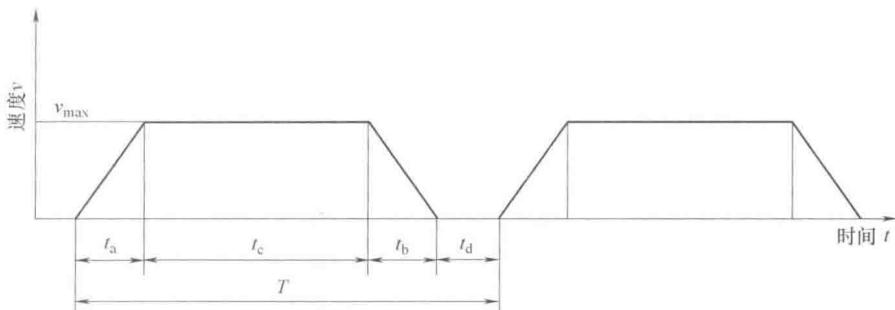

图 3-158 运动规律
1) 时间方面，进行机构动作的拆解后，运动时间包括夹爪取放产品时间（约 $0.1\text{s} \times 2 \text{ 次} = 0.2\text{s}$ ），气缸上下动作时间（约 $0.15\text{s} \times 4 \text{ 次} = 0.6\text{s}$ ），执行机构运动规律如图 3-158 所示，姑且忽略加减速时间，只考虑匀速时间。伺服电动机额定转速 3000r/min ，即 50r/s ，丝杠螺距为 10mm ，则平移时间 $t_c = (150 \times 2) / (50 \times 10) \text{s} = 0.6\text{s}$ ，因此一共需要 $(0.2 + 0.6 + 0.6) \text{s} = 1.4\text{s}$ ，加上预留的保险时间，可以判断，做到 1s 以内是非常困难的。即便速度达到，还有精度、负载等因素。不要简单认为要求变的只是速度，对机构整体性能均有影响。